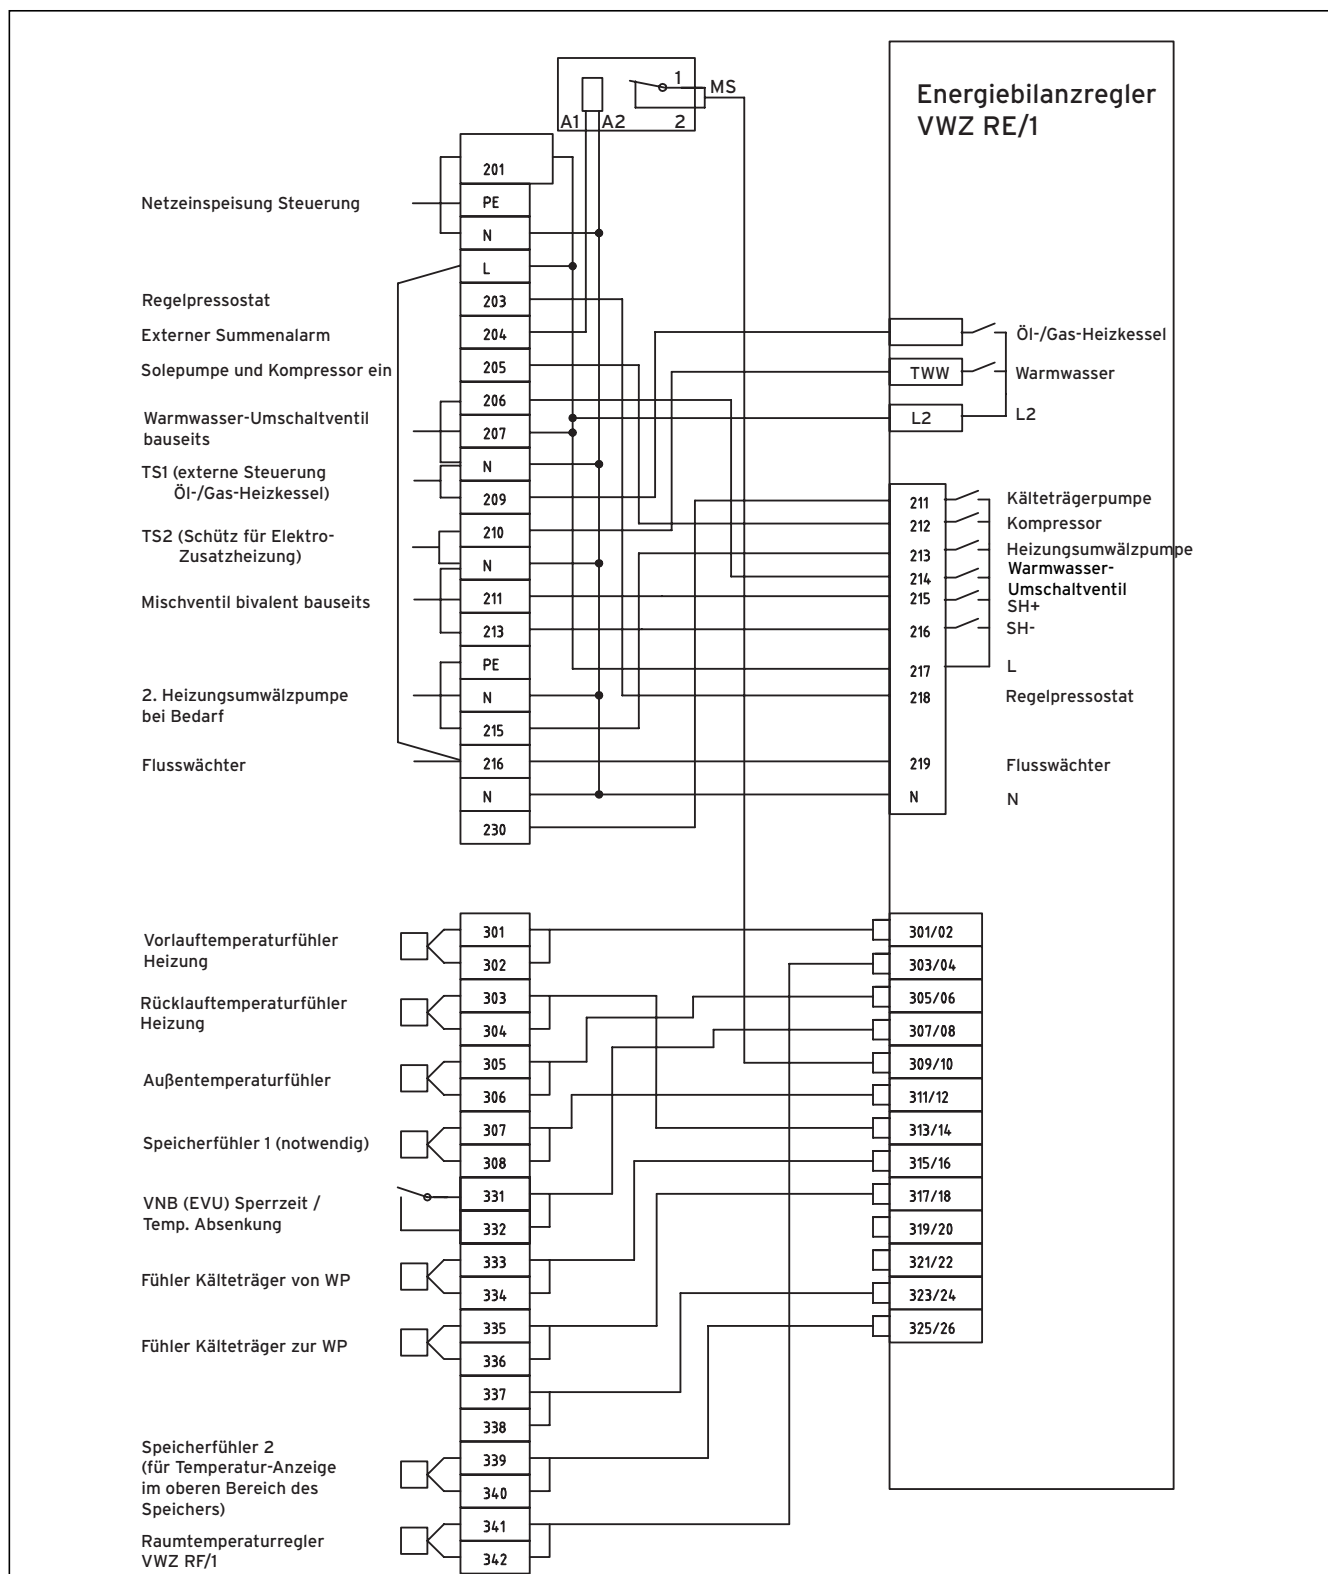

Abb. 6.1 Interne Anschlussverdrahtung des VWZ RE/1
- Verbinden Sie den Netzanschluss (PE, N und L1 des 7 x 1,5 mm²) mit den entsprechenden Anschlüssen der Netzanschlussklemme PE, 202 (N) und 202 (L1) (siehe Abb. 6.1).